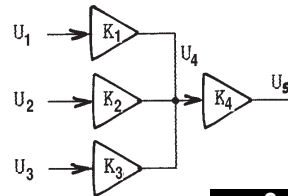
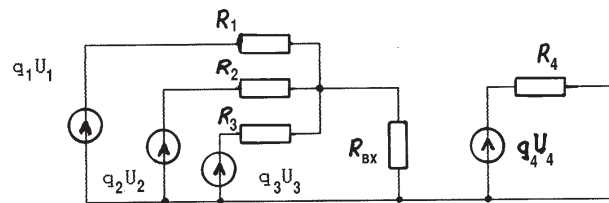

рис. 2
рис. 3
ходных сопротивлениях каскадов. Например, на рис.2 уровень сигнала на входе каскада K4 равен
Пояснить сказанное можно с помощью схемы замещения (рис.3), эквивалентной схеме на рис.2, где $q_i U_i$ - ЭДС эквивалентных генераторов напряжения каскадов
получим формулу (1), а обозначив $q_4 = K_4$ (холостой ход каскада K_4) – формулу (2). Таким образом, коэффициент передачи каскада по напряжению характеризует не только его усилительные свойства, но и зависит от нагрузки на его выходе. Так, если из схемы рис.2 исключить один из каскадов, то коэффициенты передачи оставшихся изменятся. Собственно усилительные свойства характеризуются коэффициентами q_i .
Если один из каскадов, например K_1 (рис.2), является внешним по отношению к остальной части устройства, и его характеристики нас не интересуют, а важен лишь сигнал, поступающий от него на вход K_4 , то, обозначая этот сигнал как E_c , выражение (1) можно переписать в виде $U_4 = E_c + K_2 U_2 + K_3 U_3$, (6) где $E_c = K_1 U_1$.